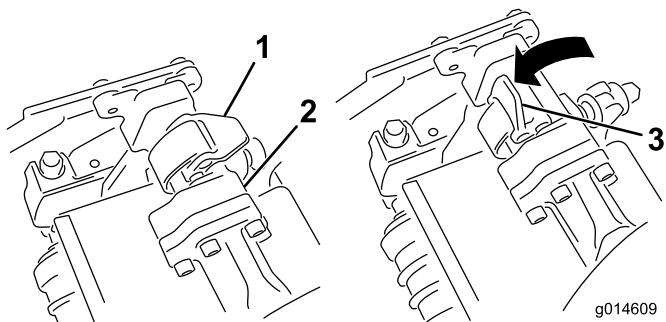
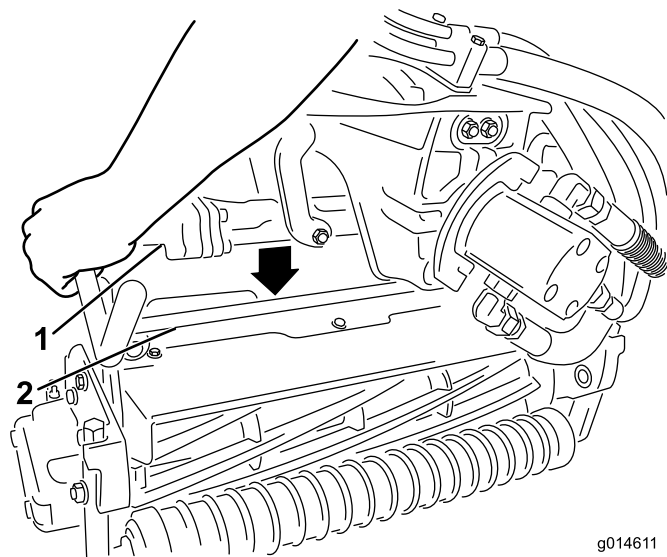

Figura 12
Figura 13
5. Con los enganches del brazo de suspensión orientados hacia arriba (es decir, abiertos) (Figura 12), empuje hacia abajo el brazo de suspensión de modo que la barra encaje en la barra situada en la parte superior de la unidad de corte (Figura 13).
6. Presione los enganches hacia abajo alrededor de la barra de la unidad de corte y bloquéelas (Figura 12).